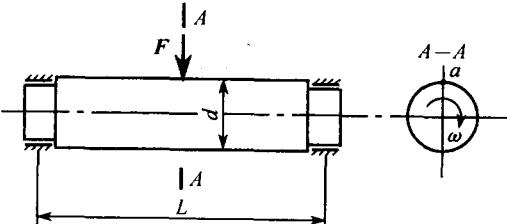

图 1-7
(1) 已知:平均应力  $\sigma_m = 250 \text{ MPa}$ , 应力特性系数  $r = 0.25$ , 求出最大应力  $\sigma_{\max}$ 、最小应力  $\sigma_{\min}$  和应力幅  $\sigma_a$ , 并画出应力随着时间的变化曲线,说明这是什么类型的应力?
(2) 一旋转轴直径  $d = 80 \text{ mm}$ , 受径向力  $F = 2 \text{ kN}$ , 跨距  $L = 2 \text{ m}$ 。 $F$  力作用在二支点中间,见图 1-7。试计算  $a$  点的最大弯曲应力  $\sigma_{\max}$ 、最小弯曲应力  $\sigma_{\min}$ 、应力幅  $\sigma_a$ 、平均应力  $\sigma_m$  和应力特性系数  $r$ ,并画出其变应力图。
(3) 一批滚动轴承,抽查 40 个,当循环次数为  $10^6$  次时,发现 7 个已发生点蚀失效,试问当循环次数为  $10^6$  次时的可靠度  $R$  为多少? 失效率  $Q$  为多少?